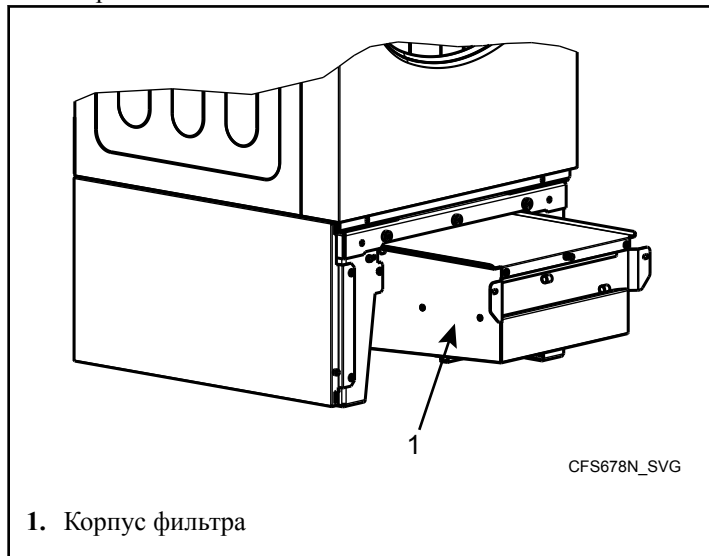

Рис. 62
5. Чтобы извлечь корпус, осторожно выдвиньте его вперед по прямой. См. Рис. 62 .